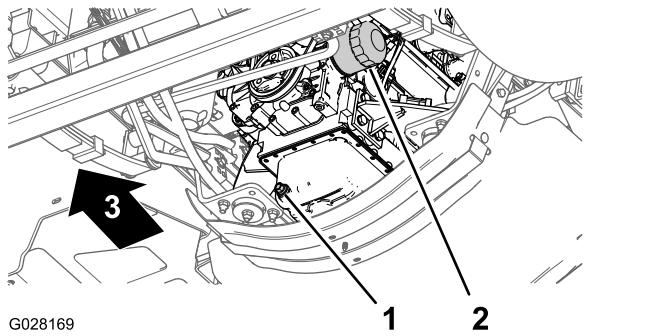

図 74
- エンジンオイルフィルタの下にオイルを受ける容器をおく図 74。
- 古いオイルフィルタ図 74を外す。
- アダプタにフィルタを取り付け、ガスケットがアダプタに当たるまでフィルタを右に回し、そこから更に  $\frac{1}{2}$  回転増し締めする図 74。
- ドレンプラグの下にオイルを受ける容器をおく図 74。
- ドレンプラグ 図 74 を外して排出されるオイルを回収する。